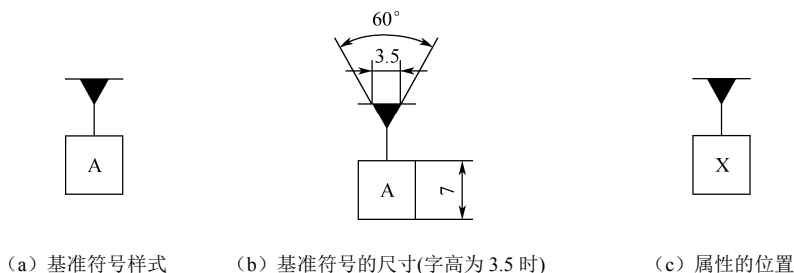

图 6-18 基准符号
**例 6-1** 将如图 6-18 所示的基准符号创建为带属性的外部块。
(1) 在 0 层绘制基准符号图形，尺寸如图 6-18 (b) 所示。
(2) 将基准符号中的字母定义为属性。
② 单击“确定”按钮，返回绘图区，拾取矩形的中心，确定属性的位置，如图 6-18 (c) 所示。
(3) 创建为外部块。
① 在功能区单击“插入”选项卡下“块定义”面板中的“写块”按钮，弹出“写块”对话框。
② 在“源”选项组下选择“对象”。
③ 单击“选择对象”按钮，返回绘图区域，在屏幕上拾取图 6-18 (c) 所示的图形及属性，按 Enter 键返回对话框；源对象的处理方式为“保留”。
④ 单击“拾取点”按钮，返回绘图区域，在屏幕上捕捉基准符号中上方水平线的中点，作为块插入时的基点，选择后返回对话框。
⑤ 在“文件名和路径”下拉列表中指定块的保存路径、确定块名。
⑥ 单击“确定”按钮，关闭对话框，完成外部块的定义。
(4) 保存图形文件。